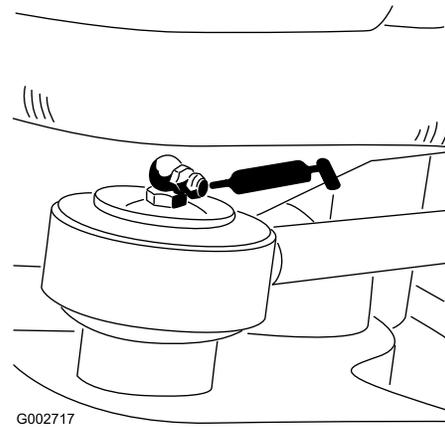

Figura 25
- estremità dell'asta del cilindro di sterzo (1) - Solo modello 08705 (Figura 25)